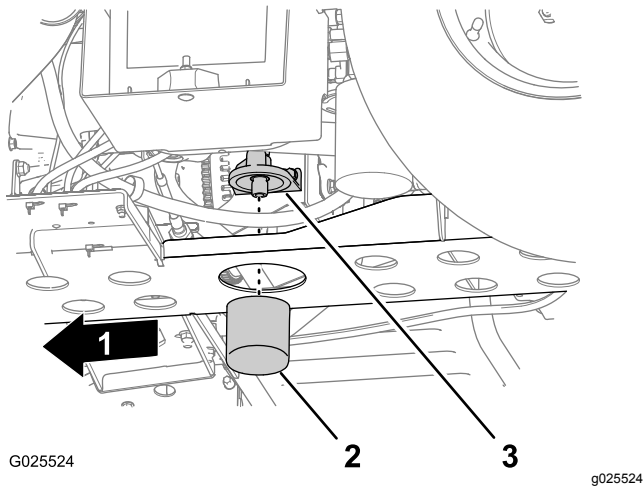

Figure 53
- Déposez le filtre à huile de son adaptateur (Figure 53).
- Essuyez la base d'étanchéité de l'adaptateur du filtre (Figure 53).
encore le filtre dans le sens horaire de 1/2 à 2/3 de tour (Figure 53).